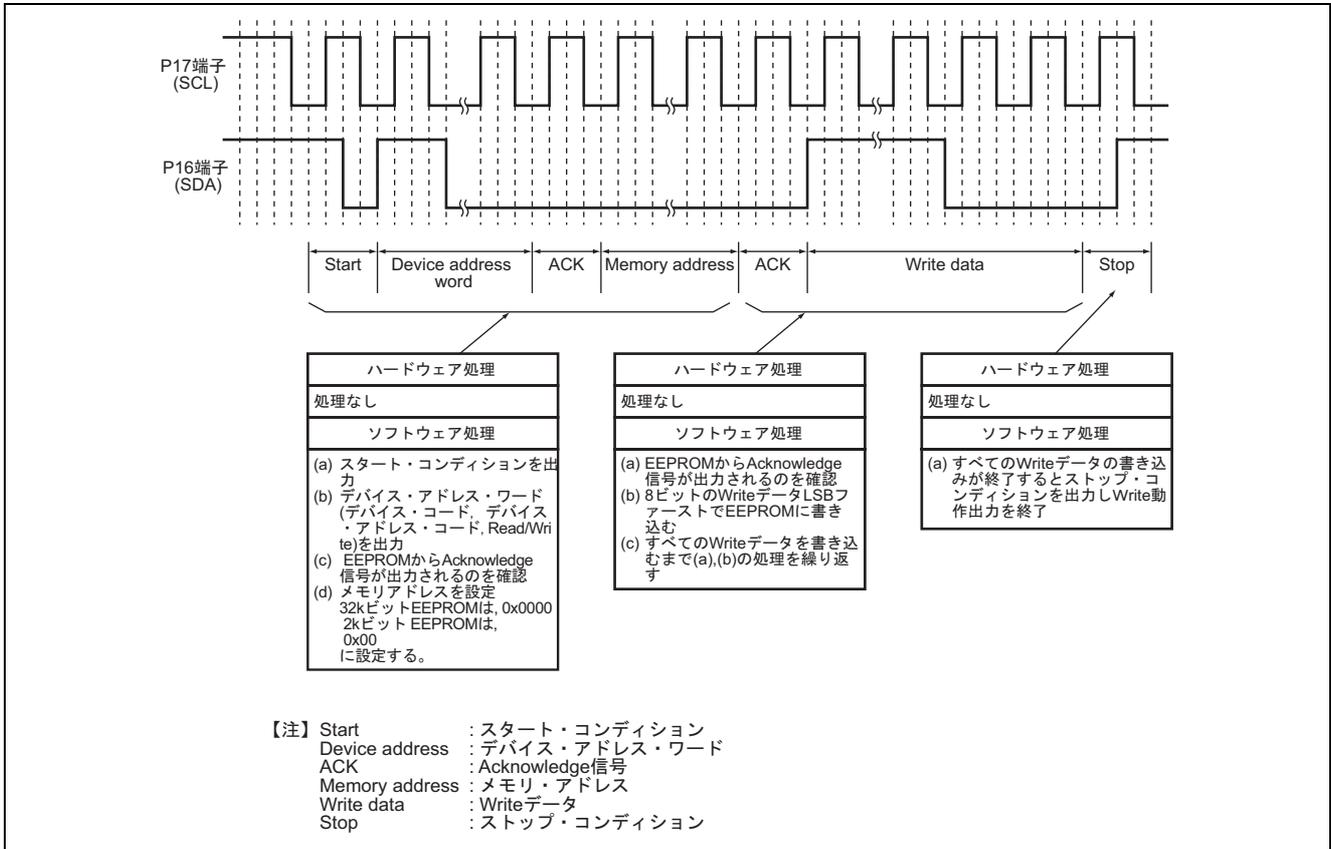

図 12 EEPROM への Write 時の動作原理
(1) Write (送信) 時の動作原理を図 12 に示します。図 12 に示すように H8/38024 のハードウェア処理, およびソフトウェア処理により EEPROM への Write (送信) を行います。